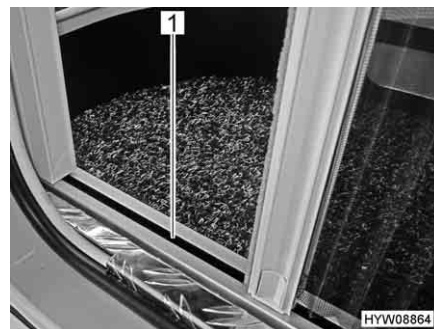

Fig. 45 Guida inferiore della protezione contro gli insetti
- ▷ Durante l'apertura e la chiusura, afferrare la barra di presa con entrambe le mani. In questo modo è possibile limitare la possibilità che la protezione contro gli insetti si inceppi nelle guide (Fig. 45,1).